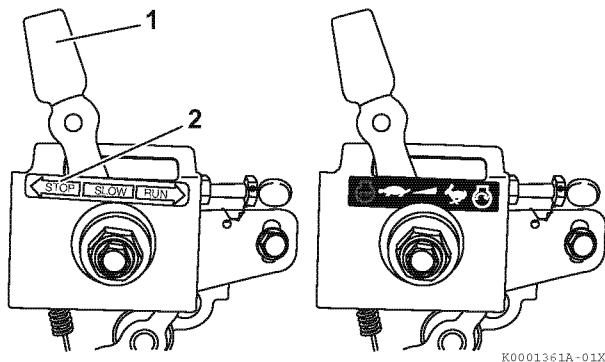

Abbildung 19
1. Falls die Motordrehzahlregelung **Abbildung 19** ähnelt, Drehzahlregelungshebel (1, **Abbildung 19**) auf Position STOP (2, **Abbildung 19**) schieben.